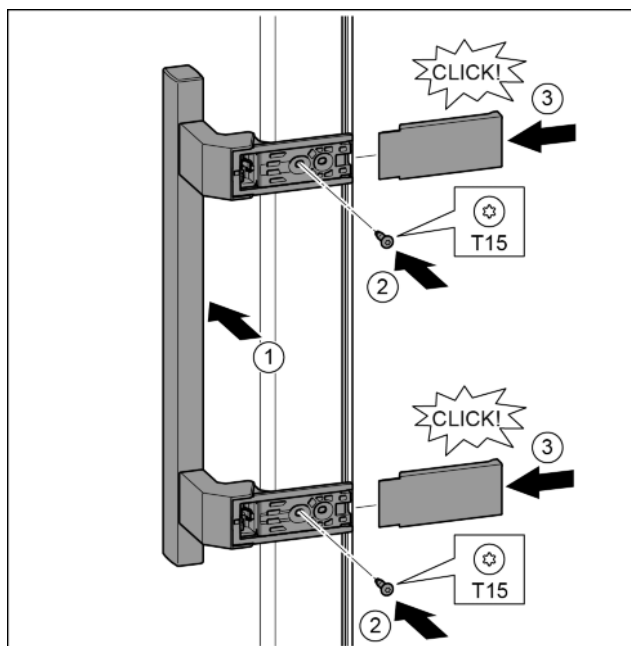

Fig. 22
- ▶ Nasadte madlo na protilehlé straně. Fig. 22 (1)
- ▶ Šroubovákem T15 pevně utáhněte šrouby. Fig. 22 (2)
- ▶ Kryty bočně nasadte a nasuňte. Fig. 22 (3)